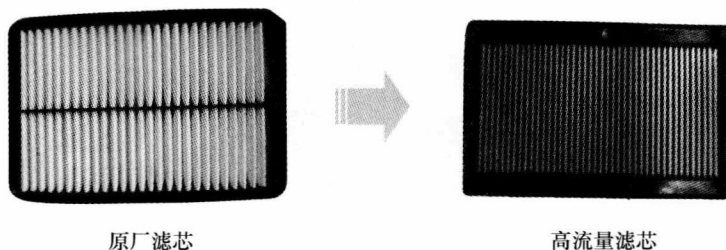

图 1-1 更换空气滤清器滤芯
(1) 更换空气滤清器滤芯 更换空气滤清器滤芯就是将原厂滤芯更换为高流量的滤芯，如图 1-1 所示。